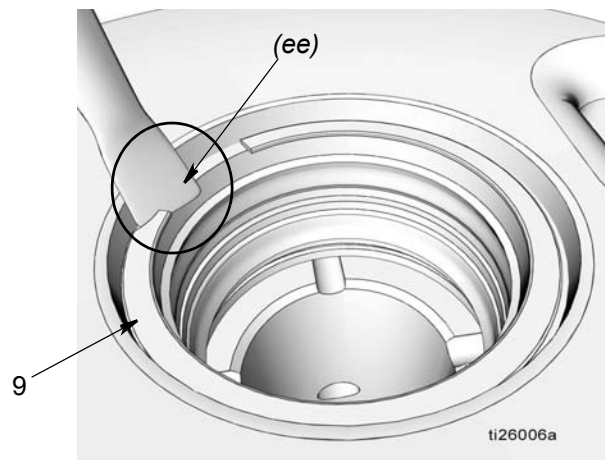

FIG. 26
- a. Glisser la lame d'un petit tournevis à tête plate sous l'extrémité conique (ee) de l'anneau de retenue (9) et déposer l'anneau comme indiqué à la FIG. 26.
- b. Retirer l'entretoise conique (10), le joint (11) et l'entretoise (12).
- c. Glisser la lame d'un petit tournevis à tête plate sous l'extrémité conique (ee) de l'anneau de retenue (51) pour déposer l'anneau comme indiqué à la FIG. 26.
- d. Retirer l'entretoise (12), le joint (11) et l'entretoise (12).